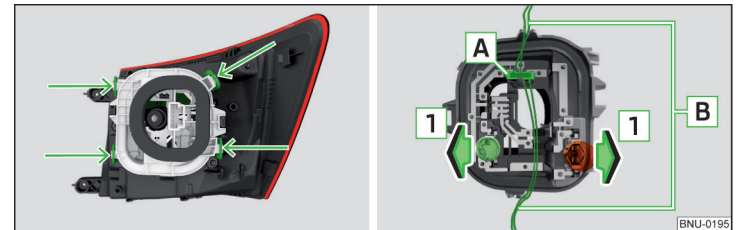

Fig. 354 Partie extérieure de la lampe / support avec ampoule
- Déverrouillez le socle de la lampe dans la zone indiquée par les flèches » fig. 354 enlevez le socle de la lampe.
» fig. 354 entre la lampe et le support sont correctement enfichés.